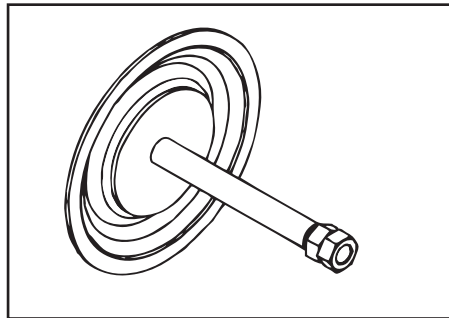

Figura 25
- Extraiga la tuerca en el lado opuesto usando la doble tuerca (consulte la Figura 25).